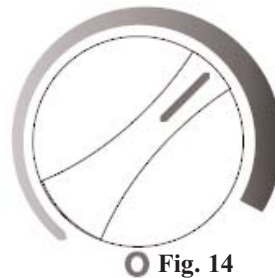

Fig. 14
- Cuando se alcanza el enfriamiento del máximo, dé vuelta detrás perilla del control de la temperatura que fija a la posición de las 2 respecto al dial de control graduado. Vea Fig.14.